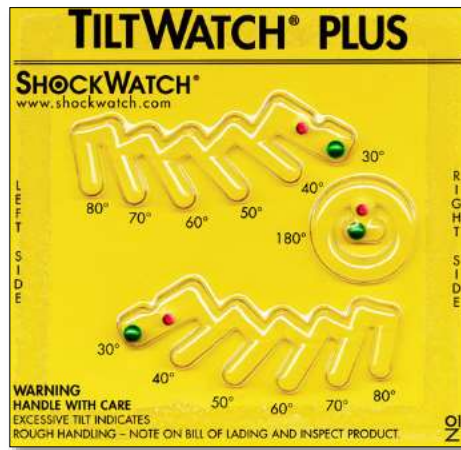

Figura 3: Etiqueta indicativa de inclinação.
1.8 Verificar na etiqueta indicativa de inclinação, se o conjunto foi submetido a inclinação D ou E, superior a 30º (figura 3).